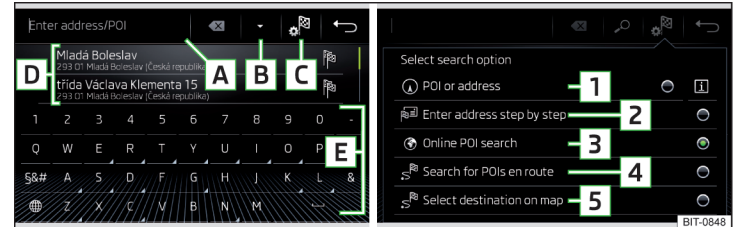
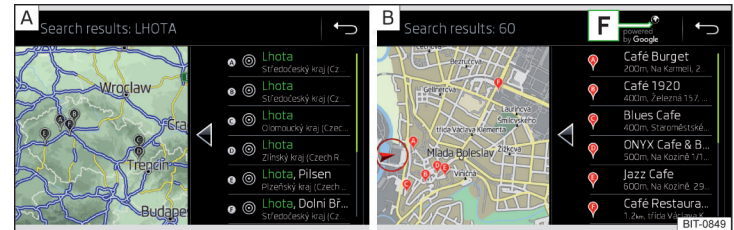
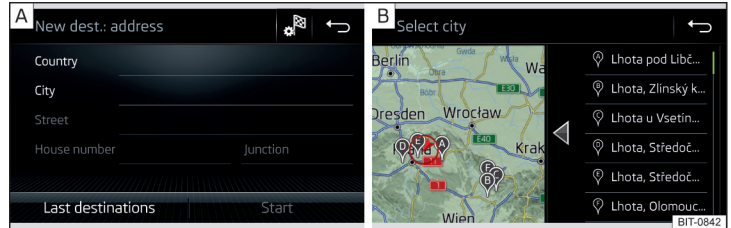

Abb. 161 **Ziel suchen: Hauptmenü / Auswahl des Suchmodus**
Abb. 162 **Liste der aufgesuchten Ziele: in den Navigationsdaten / online**
Abb. 163 Ziel über die Adresse eingeben: Hauptmenü / Liste der aufgesuchten Orte
- Wird kein Menü zur Zielsuche, sondern eines zur Zieleingabe über die Adresse oder zur Zieleingabe in der Karte angezeigt, dann die Funktionsfläche → **1** » **Abb. 161** antippen. ▶
Beschreibung der Funktionsflächen » Abb. 161 bzw. » Abb. 162
- ▶ Die Funktionsfläche **C** → **1**/**2**/**4**/**5** » Abb. 161 antippen.
- ▶ Zur Anzeige der aufgesuchten Ziele die Funktionsfläche **B** » Abb. 161 antippen.
- ▶ Die Funktionsfläche **C** → **3** » Abb. 161 antippen.
- ▶ Zur Zielsuche anhand der eingegebenen Parameter die Funktionsfläche **B** » Abb. 161 antippen.
- ▶ Wird das Menü zur Zieleingabe über die Adresse » Abb. 163 - **A** nicht angezeigt, dann die Funktionsfläche  → **2** » Abb. 161 auf Seite 153 antippen.
Es besteht die Möglichkeit, dass während der Eingabe eines Ortsnamens automatisch eine Karte mit einer Liste gleichnamiger Orte angezeigt wird » Abb. 163 - **B**.
- Anschließend die Funktionsfläche  → **5** » Abb. 161 auf Seite 153 antippen.